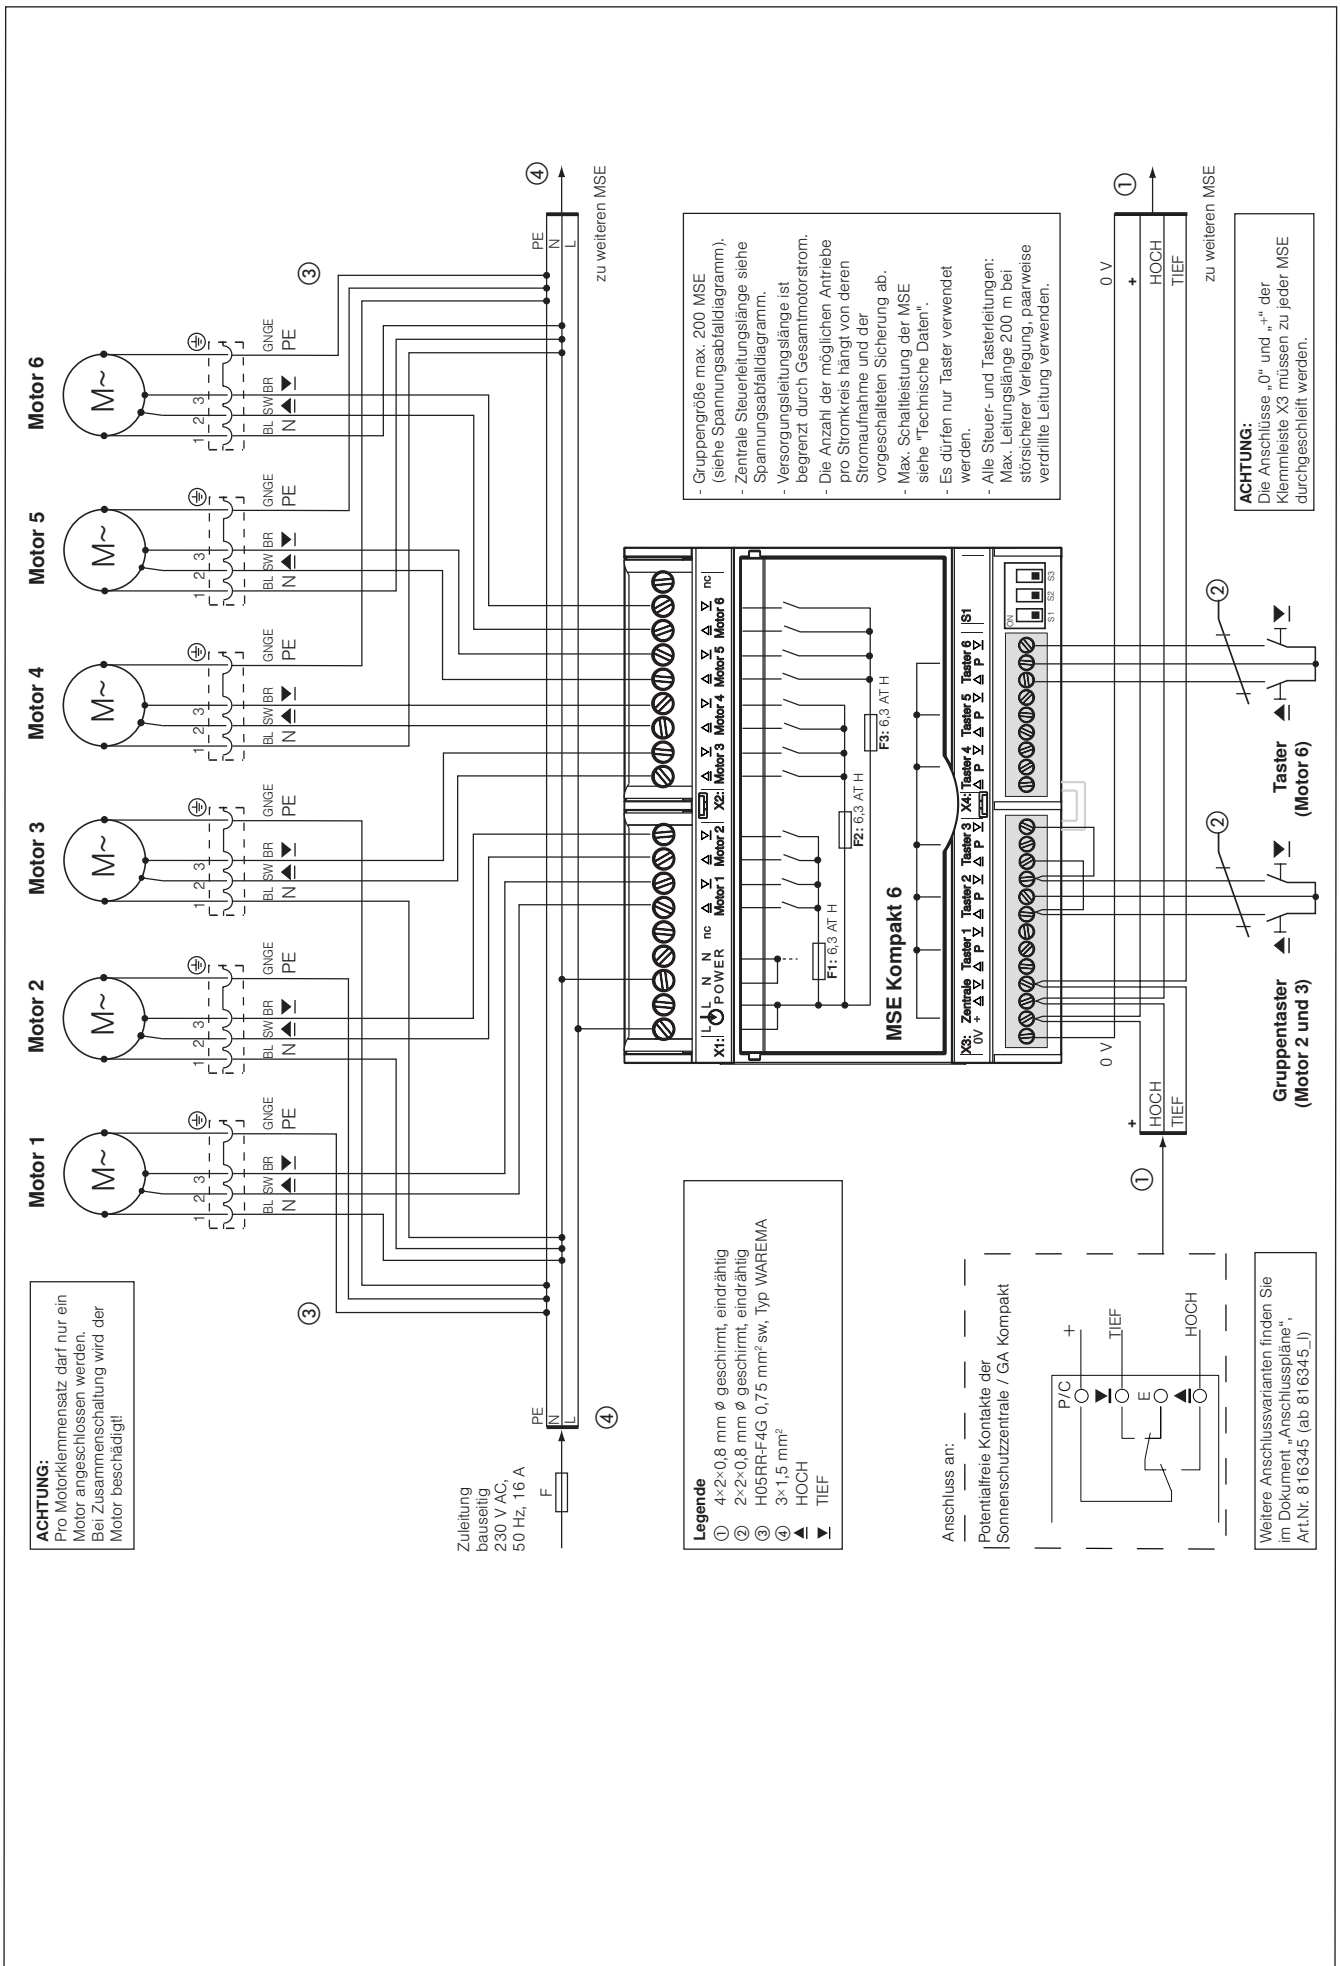

Abb. 4 Anschlussbeispiel MSE Kompakt 6 REG im 6 TE-Gehäuse
- Der elektrische Anschluss der Motorsteuereinheit erfolgt nach umseitigem Anschlussplan (s. Abb. 4).